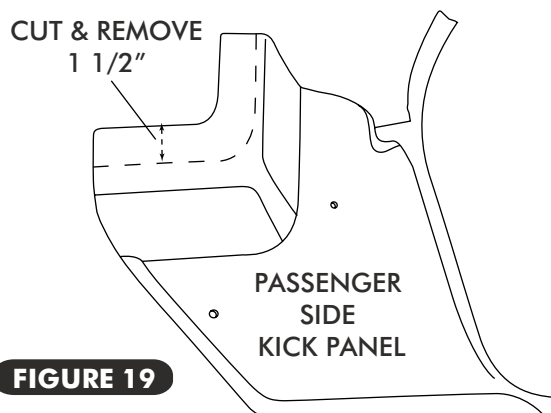

FIGURE 19
- MODIFY PASSENGER SIDE KICK PANEL AS SHOWN IN FIGURE 19 BELOW.